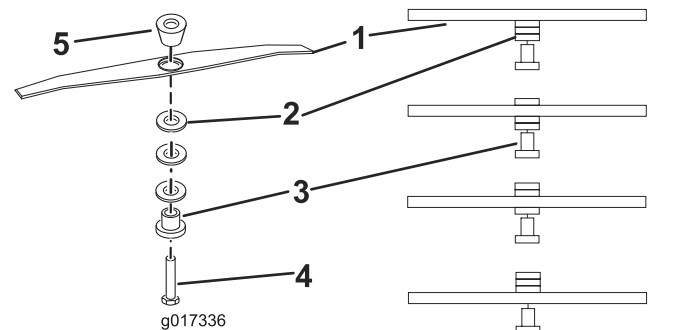

図 13
5. スペーサの位置を変えて、希望の刈高にし、カuttingユニットを **図 13** のように取り付ける。